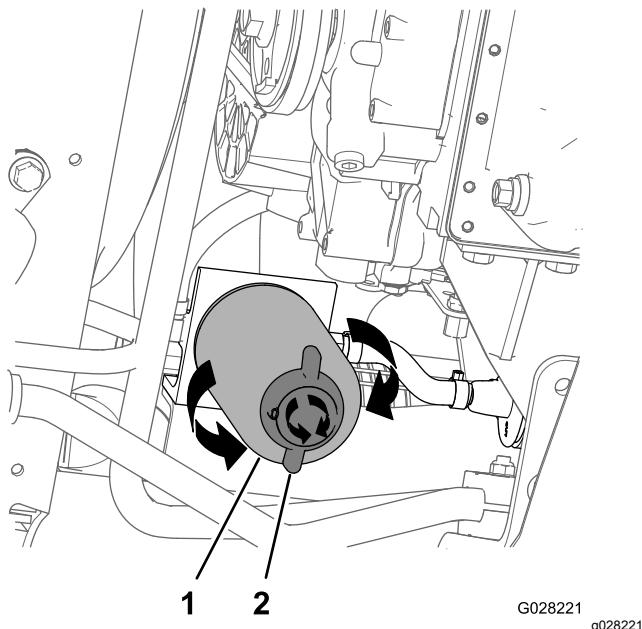

図 56
4. 燃料フィルタの下に燃料を受ける容器をおく図 56 燃料フィルタ・水セパレータのキャニスタの交換 (ページ 45)を参照。
2. キャニスタの下に受け容器をおく図 56。
3. キャニスタ下部のドレンバルブを左に回してゆるめて水や異物を流し出す図 56。
4. キャニスタとキャニスタ取り付けアダプタの周辺をウェスできれいにぬぐう図 56。
5. 燃料フィルタ・水セパレータのキャニスタを取り外す図 56。
9. キャニスタ下部のドレンバルブが右回しにしっかりと締め付けてあることを確認する図 56。